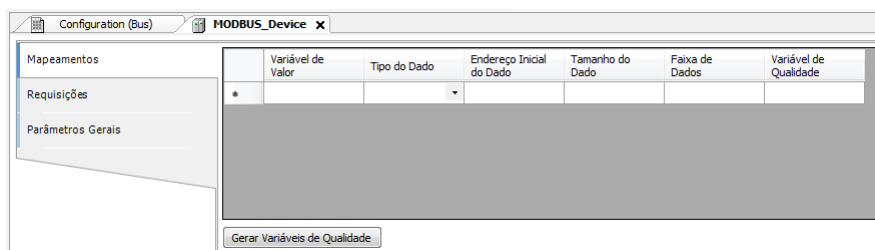

Figura 68: Tela de Mapeamentos de Dados MODBUS
- Adicionar e configurar os mapeamentos MODBUS na aba Mapeamentos conforme Figura 68, especificando o nome da variável, tipo de dados e endereço inicial do dado, o tamanho do dado e a faixa são preenchidos automaticamente.